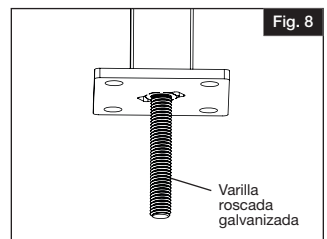

Fig. 8
- Coger una varilla roscada galvanizada de $\frac{1}{2}$ " x 13 TPI x 12" (se vende por separado) y atornillarla en el orificio en la parte inferior de las placas del poste hasta que se extienda aproximadamente $3\frac{1}{2}$ " por debajo del poste (Fig. 8).